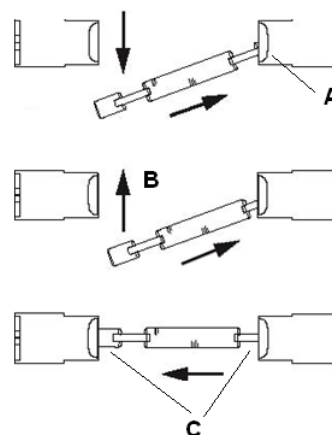

Figure 5.1b
4. Installez la nouvelle lampe (230 V – 500 W). Pressez d'abord un côté de la lampe dans la douille (A). Pressez la lampe dans la position correcte (B) et appliquez la pression du ressort pour établir le contact avec l'autre point de raccordement (voir la figure 5.1b).
5. Assurez-vous que la lampe est serrée correctement entre les deux points de raccordement (C). Si ce n'est pas le cas, déplacez la lampe dans le sens de la longueur jusqu'à ce qu'elle s'engage et se fixe dans les points de raccordement (voir la figure 5.1b).